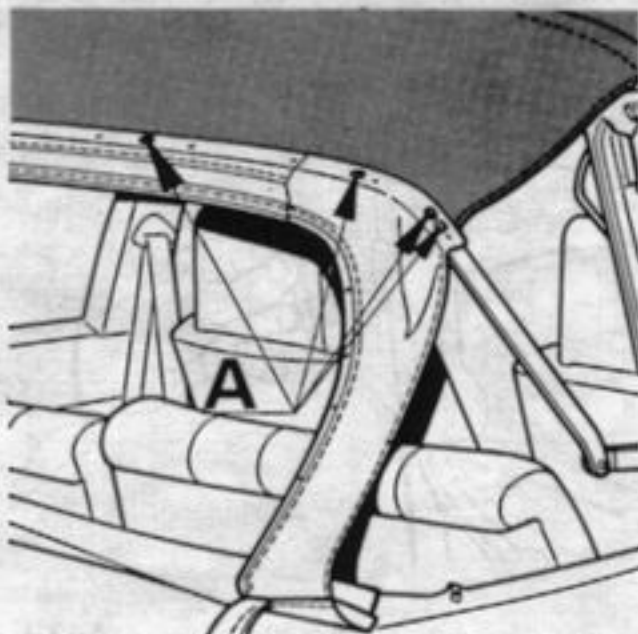

Figure 26
- Déposer les 8 rivets de fixation de l'ensemble de lunette sur l'arceau AR, (A, figure 26)